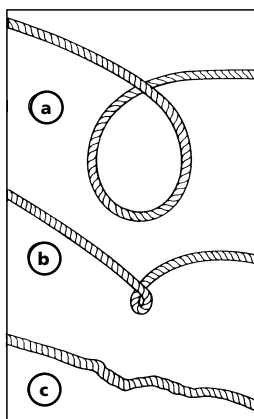

Figure 9
5. EMPÊCHEZ LES COQUES AVANT QU'ELLES NE SE FORMENT (voir Figure 9).